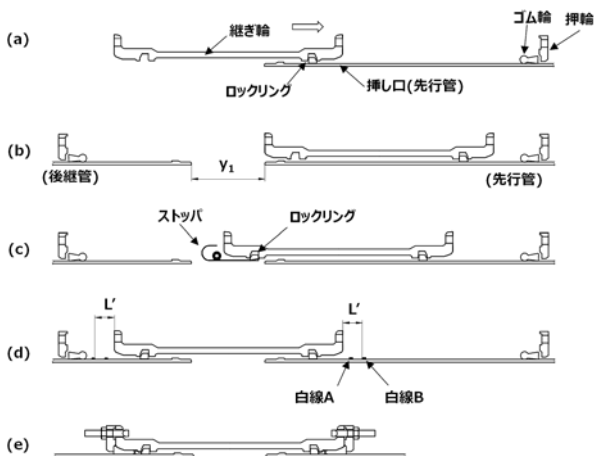

図47 継ぎ輪の施工手順(せめ配管の場合)
- (2) 先行管の挿し口に押輪、ゴム輪をセットする。
- (3) 継ぎ輪の後続管側受口のロックリングはセットしない。
- (4) 継ぎ輪の先行管側受口のロックリングを拡大し、ストップをセットした後、継ぎ輪を先行管に預け入れ、ストップを引き抜く(図47(a)参照)。
- (5) 継ぎ輪をスライドさせる(図47(b)参照)。
- (6) 後続管の挿し口に押輪、ゴム輪をセットする。
- (7) 後続管を据え付ける。その際、両挿し口端の間隔を表9の y_1 寸法になるように後続管の長さをあらかじめ調整(切管)する(図47(b)参照)。
- (8) 図47(c)の位置に継ぎ輪をスライドさせ継ぎ輪の後続管側受口にロックリングをセットする。この時、ロックリングは荷締機などで絞ると受口内に入れ易い(図6)。
- (9) 継ぎ輪の後続管側受口のロックリングを拡大し、ストッパをセットした後、継ぎ輪を後続管に預け入れ、ストッパを引き抜く(図47(d)参照)。
- (10) 押輪、ゴム輪、バックアップリング、ボルト・ナットを直管受口と同じ要領で接合する(図47(e)参照)。